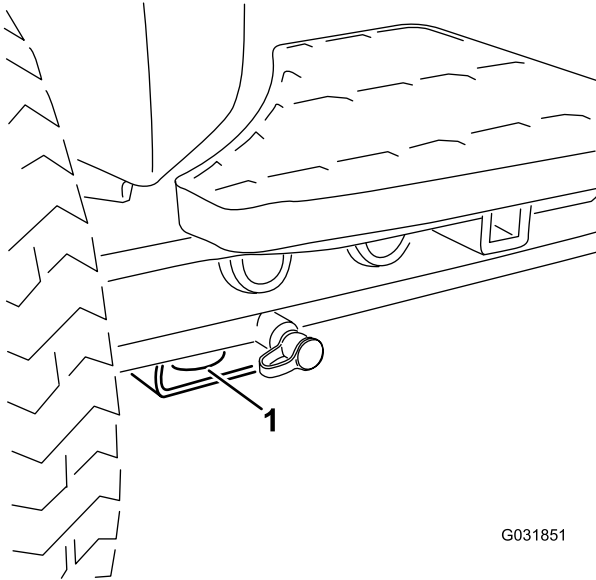

Bild 72
- Vorne: Loch im Rechteck unter dem Achsenrohr in jedem Vorderreifen (Bild 72)